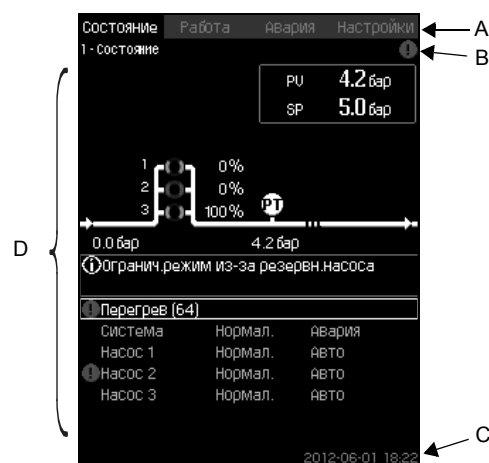

Рис. 8 Структура дисплея
Строка меню (A) представлена на рис. 8.
Верхняя строка (B) представлена на рис. 8. На рисунке показано следующее: